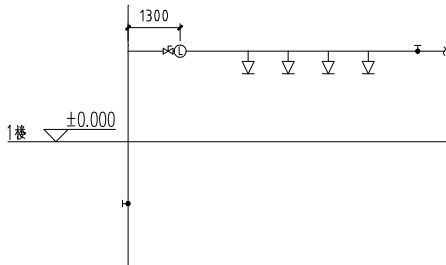

图 11-15 打开移位素材
**01** 按 Ctrl+O 组合键，打开配套光盘提供的“第 11 章/11.2.4 移位.dwg”素材文件，结果如图 11-15 所示。